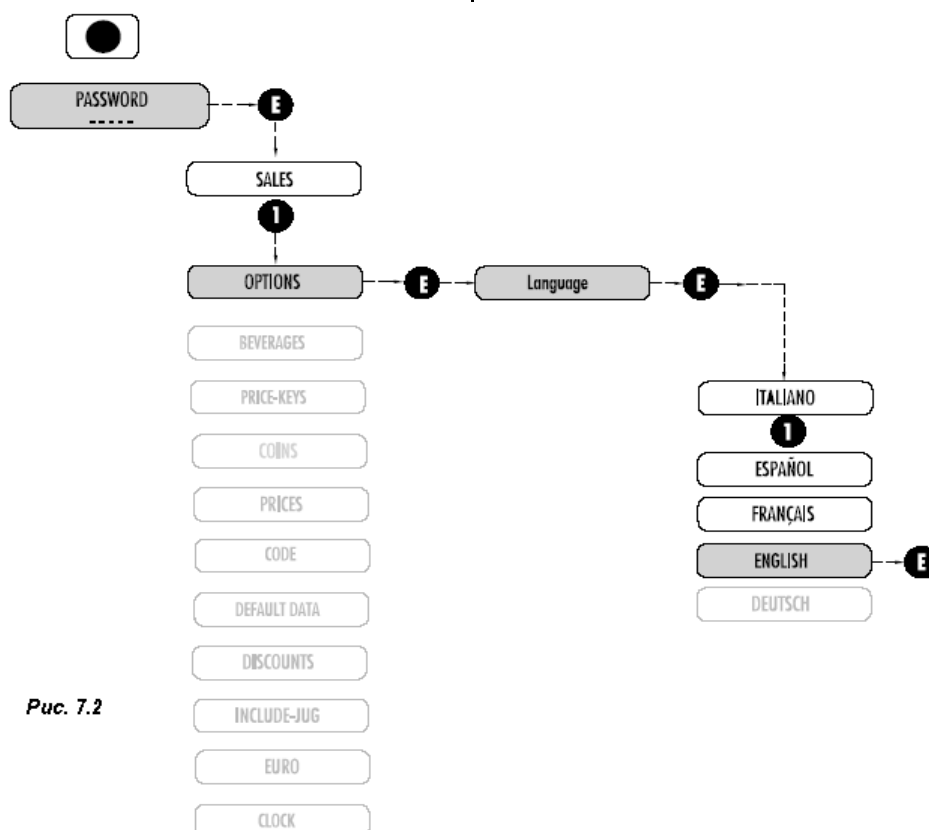

Рис. 7.2
- сообщения на дисплее могут отображаться на четырех языках, при этом выбора языка осуществляется оператором на установочном этапе (Рис. 7.2) (предусмотрена аппаратная возможность расширения до восьми языков).